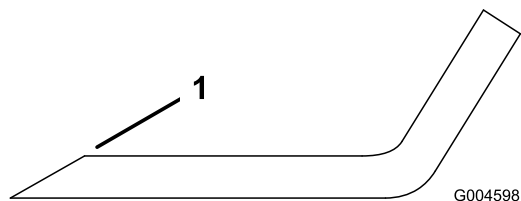

Figura 37
- Affilate i taglienti da entrambe le estremità della lama con una lima (Figura 37). Rispettate l'angolazione originale. La lama rimane bilanciata soltanto se rimuovete una quantità uguale di materiale da entrambi i taglienti.